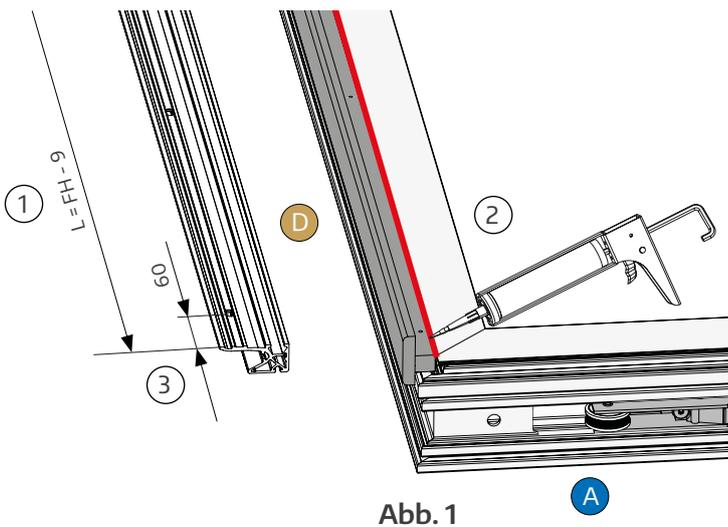
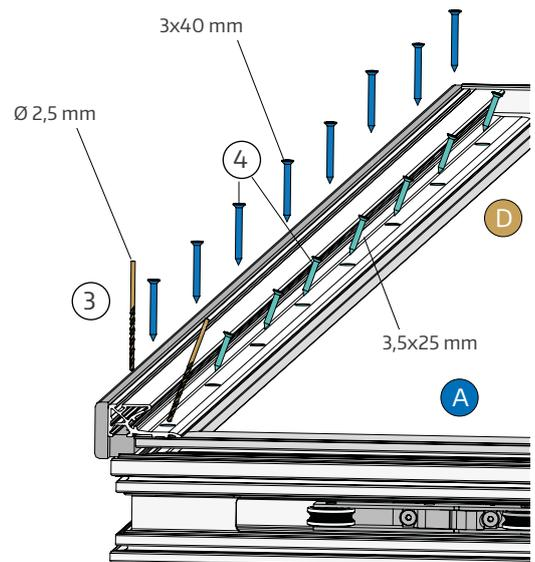
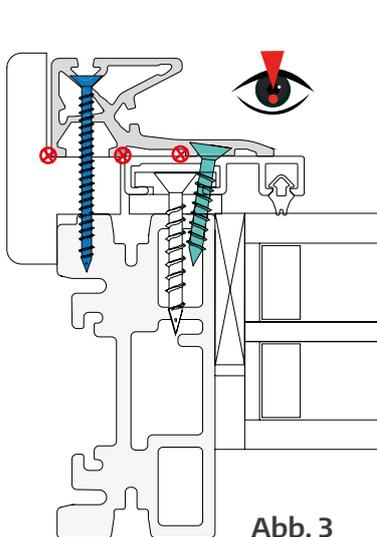

Abb. 1
Abb. 2
Abb. 3
- ② Positionieren Sie die Holzaufdopplungsleiste oben und unten bündig mit dem GFK-Flügelrahmen und bohren Sie mit einem 2,5 mm Bohrer die Löcher vor (s. Abb. 1 und Abb. 4).
- ① Längen Sie die Dichtschiene ab ($FB + 1$ mm), (s. Abb. 1).
- ② Klinken Sie die Dichtleiste bandseitig aus (s. Abb. 2).
- ③ Trennen Sie die Klebefolie ab (s. Abb. 1).
- ④ Bohren Sie mit einem 2,5 mm Bohrer bei den vordefinierten Löchern sowie jeweils an den Enden 30 mm eingerückt (s. Abb. 3) vor. Danach befestigen Sie die obere Dichtschiene mit 3,5x25 mm Schrauben (s. Abb. 3 und 4).
WICHTIG! Achten Sie darauf, dass die Löcher auf der Innenseite der Dichtschiene leicht schräg gebohrt werden (s. Abb. 3).
- ① Längen Sie die Dichtschiene ab ($L = FH - 9 \text{ mm}$).
- ② Tragen Sie einen Dichtkleber auf (s. Abb. 1 und Abb. 3).
- ③ Bohren Sie mit einem 2,5 mm Bohrer bei den vordefinierten Löchern sowie jeweils an den Enden 60 mm eingerückt vor.
- ④ Befestigen Sie die Dichtschiene mit 3,5x25 und 3x40 mm Schrauben (s. Abb. 2 und Abb. 3).
- ③ Schneiden Sie die Dichtungen ab (s. Abb. 3 und Abb. 4).